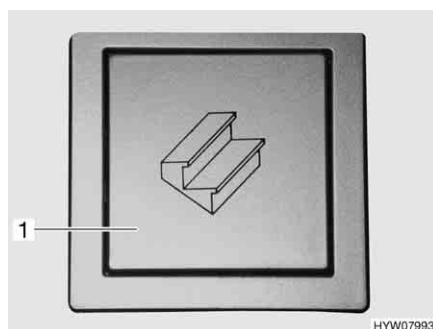

Fig. 1 Pulsante basculante per scalino di ingresso
- Premere il pulsante basculante (Fig. 1,1) nella zona di ingresso.